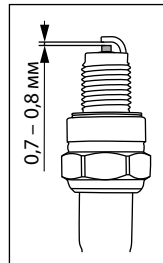

Рис. 18
4. Выверните свечу с помощью шестигранного ключа, входящего в комплект поставки. Электроды свечи должны иметь светло-коричневый цвет (рис. 18).
7. Проверьте величину зазора между заземляющим и центральным электродами, используя специальный щуп. При необходимости установите зазор 0,7–0,8 мм (рис. 18).